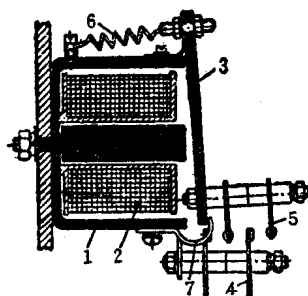

图 5-4 DZ-10型中间继电器的结构
(1) DZ-10型电磁型中间继电器的结构如图5-4所示, 继电器的动作是瞬时的, 其主要技术数据见表5-6。